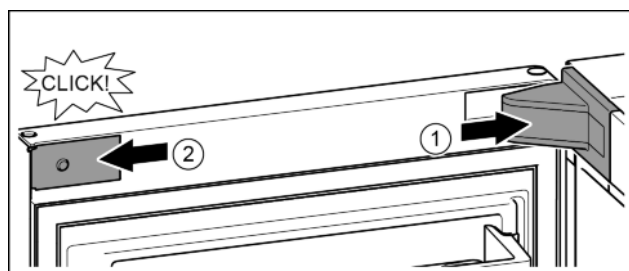

Fig. 22
▶ Nasadte a zaklapněte kryt stojanu ložiska, příp. opatrně přitlačte od sebe. Fig. 22 (1)
▶ Z boku nasadte záslepku a zaklapněte. Fig. 22 (2)